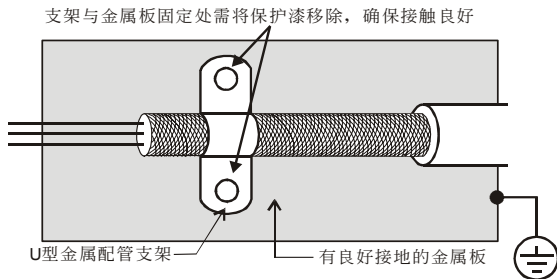

图1
3. U型金属配管支架与金属板固定处需将保护漆移除，确保接触良好，请见图1所示。